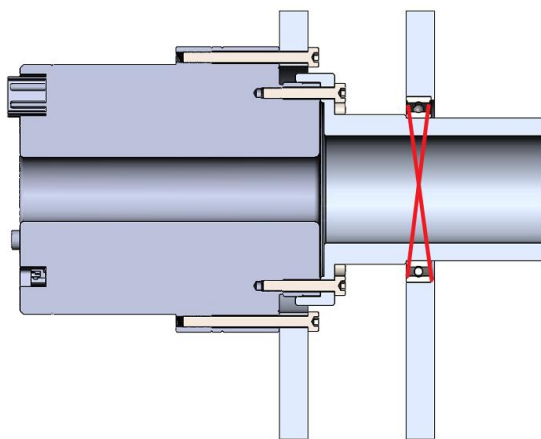

图 18-9 关节模组安装无需添加外置轴承
6、关节模组安装无需添加外置轴承，如图 18-9：由于模组上集成了可受径向和轴向负载的交叉滚子轴承，关节模组安装无需添加外置轴承支撑，关节模组的承载能力校核参照本手册第十七章《各方向受力允许值》。添加外置轴承支撑会造成安装尺寸过定义的情况，引起关节模组异响、抖动、棘爪、屈曲等异常。